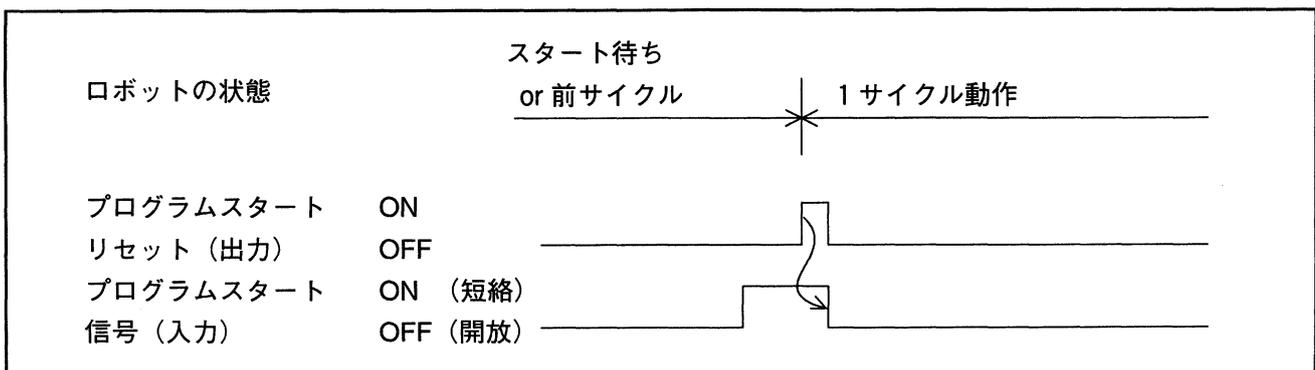

図5-33 プログラムスタート信号立ち下げのタイミング例
②プログラムスタート信号立ち下げ（OFF）のタイミング例
- a) ロボット専用出力（プログラムスタートリセット出力）でプログラムスタート信号を立ち下げる方法を図5-33に示します。